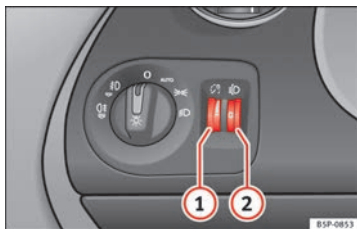

Abb. 70 Ausschnitt aus der Instrumententafel: Regler für die Instrumenten-/Schalterbeleuchtung und Leuchtweitenregulierung
Bei eingeschaltetem Licht lässt sich die Helligkeit der Instrumenten- und Schalterbeleuchtung durch Drehen des Rändelrades ⇒ Abb. 70 ① stufenlos regulieren. ■